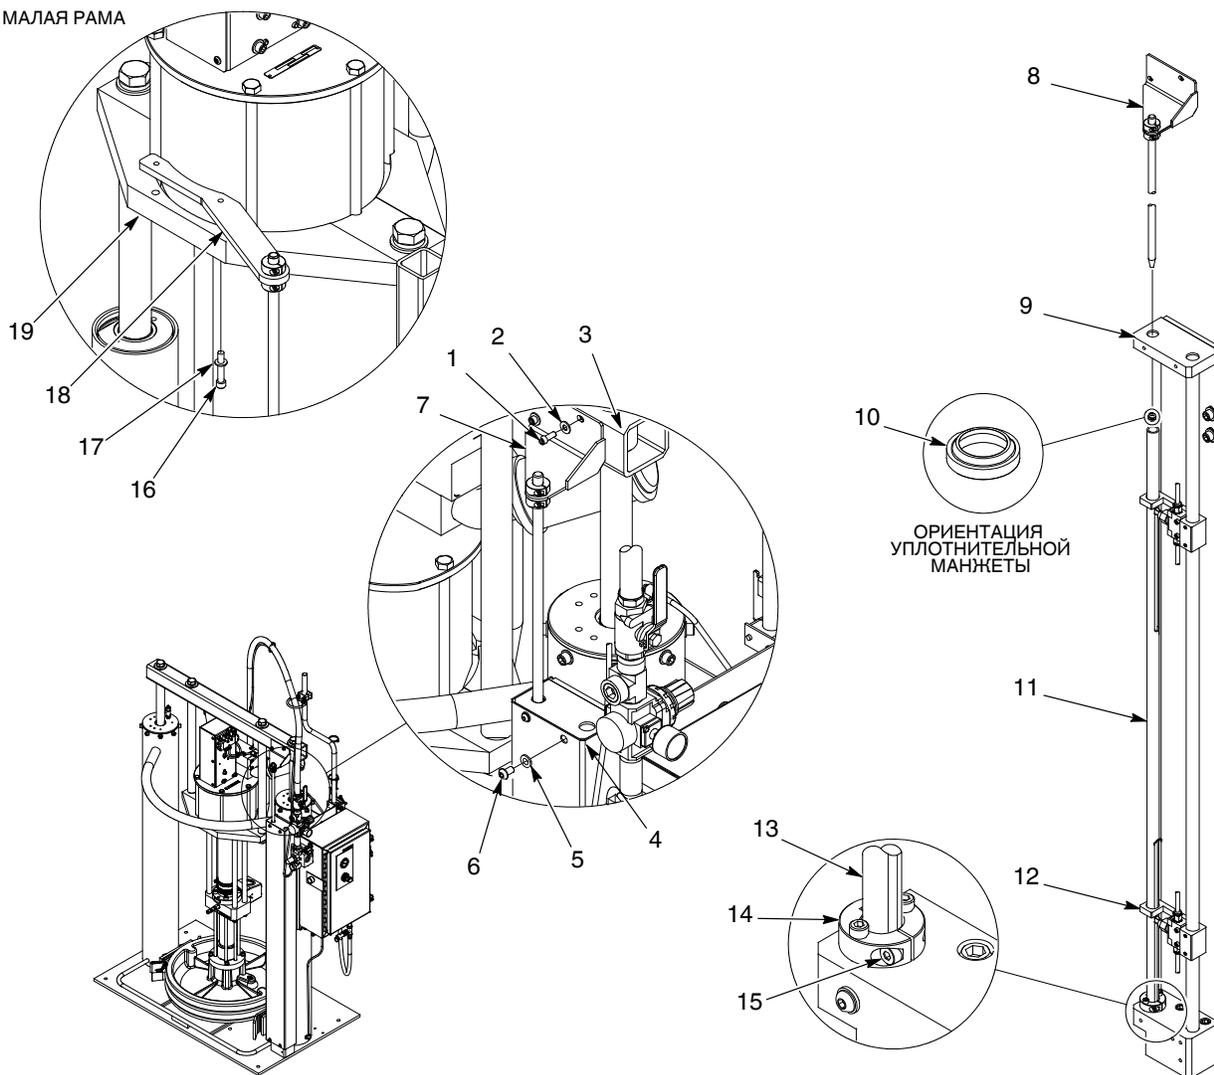
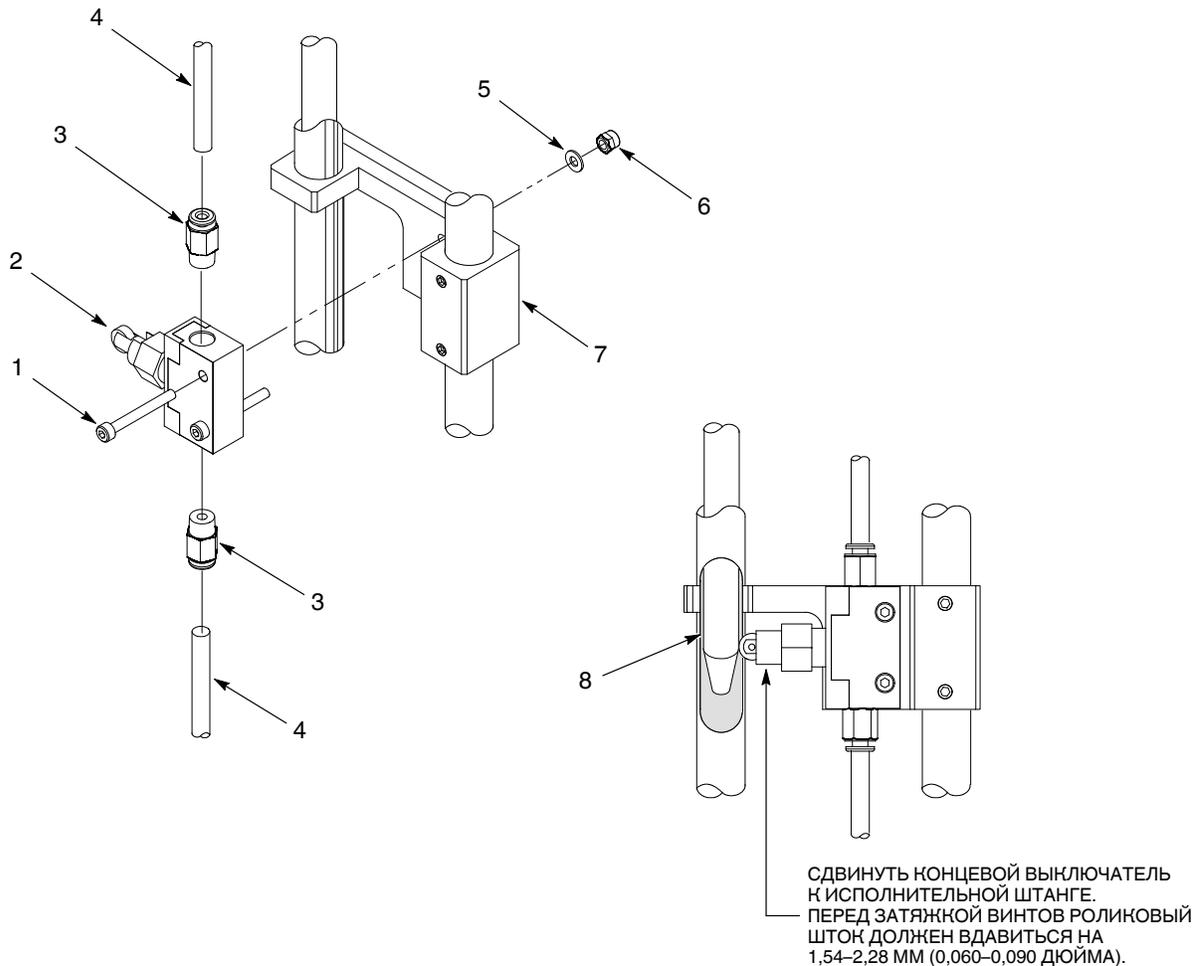
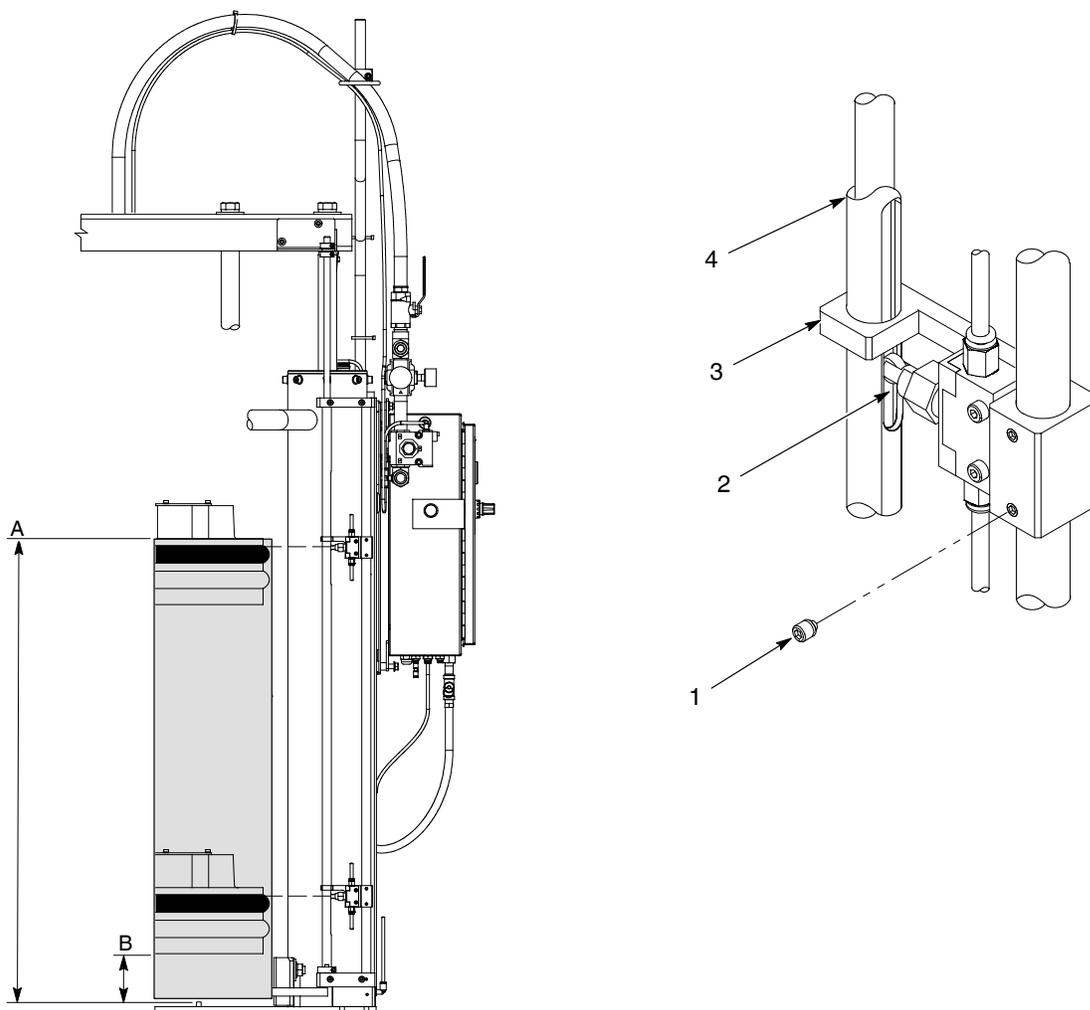

Рис. 2 Замена типовой уплотнительной манжеты (показана большая рама)
Рис. 3 Замена типового концевой выключателя
Рис. 4 Настройка концевых выключателей (показана большая рама)
1. См. рис. 2. Вывернуть винты (6) и снять шайбы (5) крепления крышки (4) на несущей пластине (9).
2. **Большая рама:** вывернуть винты (1) и снять шайбы (2) крепления кронштейна (7) к поперечине (3).
- Малая рама:** вывернуть винты (16) и снять шайбы (17) крепления кронштейна (18) к плите основания (19).
3. Снять узел исполнительной штанги (8) с направляющей трубки (11).
4. Ослабить винт (15) разрезного кольца (14). Отжать направляющую трубку (13) вниз для доступа к уплотнительной манжете (10). Снять уплотнительную манжету с несущей пластины (9) и выбросить манжету.
5. Собрать детали, выполнив операции в обратном порядке. Перед установкой крышки (4) проверить настройку концевых выключателей (12).
2. См. рис. 3. Отсоединить трубки (4) от фитингов (3).
3. Отвернуть контргайку (6), снять шайбу (5) и вывернуть винты (1) крепления концевой выключателя (2) к кронштейну (7).
4. Снять фитинги (3) и переставить на новый концевой выключатель (2).
5. Смонтировать новый концевой выключатель (2) на кронштейне (7), используя винты (1), шайбы (5) и контргайки (6). Пока не затягивать винты.
6. Присоединить трубки (4) к фитингам (3).
7. Сдвинуть концевой выключатель (2) к исполнительной штанге (8) так, чтобы роликовый шток концевой выключателя вдавился на 1,54–2,28 мм (0,060–0,090 дюйма). Надежно затянуть винты (1).
8. Проверить настройку концевой выключателя (2).
9. См. рис. 2. Поставить крышку (4) на несущую пластину (9), используя винты (6) и шайбы (5). Надежно затянуть винты.
Перед выполнением настройки изучить рис. 4 и следующее описание выключателя в табл. 1. Для переустановки концевых выключателей выполнить следующее:
2. См. рис. 4. Ослабить стопорные винты (1), фиксирующие кронштейн выключателя (3) на направляющих (4).
3. Сдвинуть кронштейн выключателя (3) до нужной высоты и затянуть стопорные винты (1).
4. Проверить настройку концевых выключателей (2).
5. См. рис. 2. Поставить крышку (4) на несущую пластину (9), используя винты (6) и шайбы (5). Надежно затянуть винты.